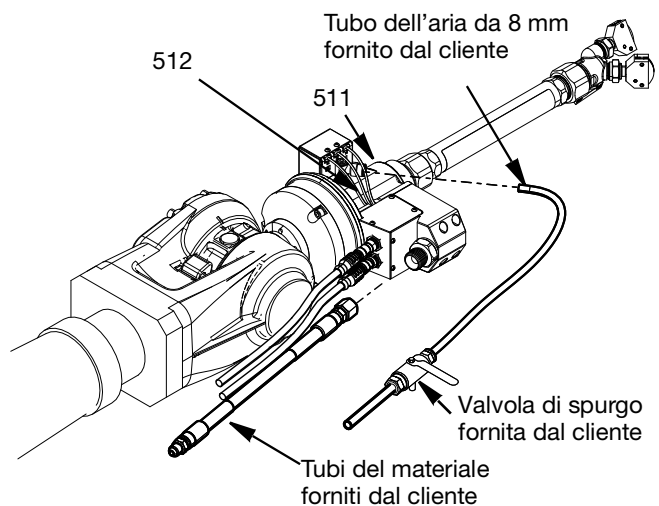

FIG. 7
La fornitura dell'aria è collegata alla pistola Switch 3D in acciaio inossidabile tramite un tubo da 8 mm in poliuretano connesso al raccordo girevole a gomito (512) sul lato del corpo girevole (511). Il cliente deve installare una valvola di spurgo dell'aria tra la linea di alimentazione dell'aria e il collegamento della pistola Switch 3D in acciaio inossidabile. Vedere FIG. 7.
Il tubo di alimentazione del materiale si collega alla pistola Switch 3D in acciaio inossidabile utilizzando un raccordo fornito dal cliente. La filettatura di ingresso è 1/2 in. BSPP. Vedere FIG. 7.
3. Scaricare tutta la pressione dell'aria presente nelle linee dell'aria chiudendo la valvola di spurgo fornita dal cliente. Vedere FIG. 7.
4. Se l'ugello o il tubo del materiale è ostruito o se la pressione non è stata del tutto scaricata dopo aver eseguito i passaggi indicati in precedenza, allentare molto lentamente il tubo del materiale fornito dal cliente sul raccordo d'ingresso da 1/2 in. BSPP (604), (vedere FIG. 7).